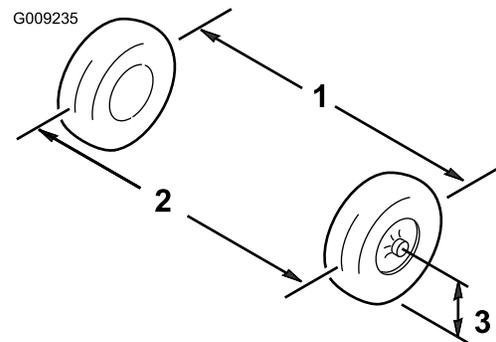

Рисунок 48
2. Измерьте расстояние между обеими передними шинами на уровне моста, с передней и задней стороны передних шин (Рисунок 48).